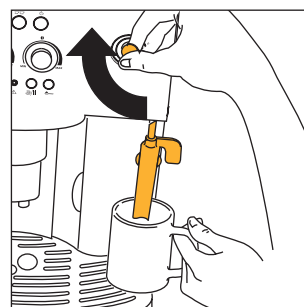
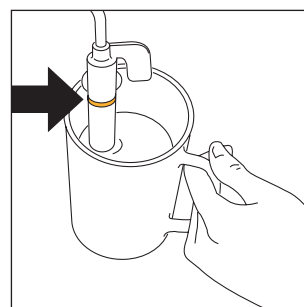

Рис. 23
Рис. 24
- Погрузите насадку для взбивания молока в емкость с молоком, рис. 23, не опуская ее ниже рельефной линии, нанесенной на насадку (указана стрелкой на рис. 24). Поверните ручку подачи пара на половину оборота до упора соевой стрелки (будьте осторожны, чтобы не обжечься). Из насадки начнет выходить пар, придающий молоку кремообразный вид и увеличивающий его объем. Для того, чтобы пена была более объемной, погрузите насадку в молоко и медленными движениями перемещайте емкость сверху вниз (рекомендуется подавать пар не более 2 минут подряд).